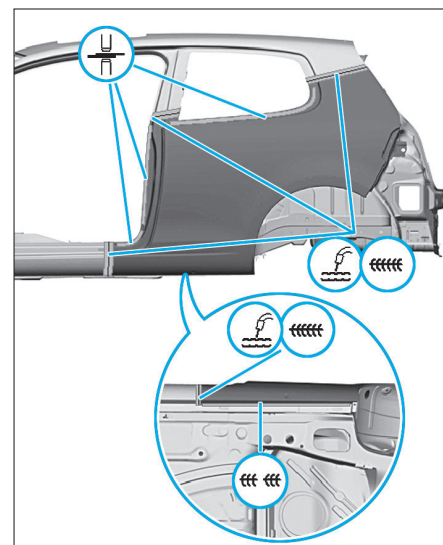
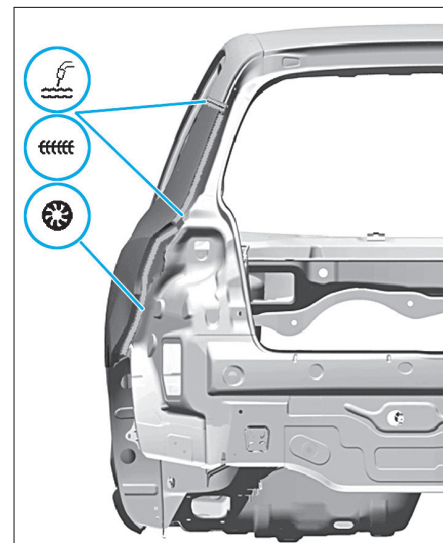

FIG. 105
FIG. 106
- Apposer l'aile arrière puis la souder par points comme illustré (Fig.105) et (Fig.106).